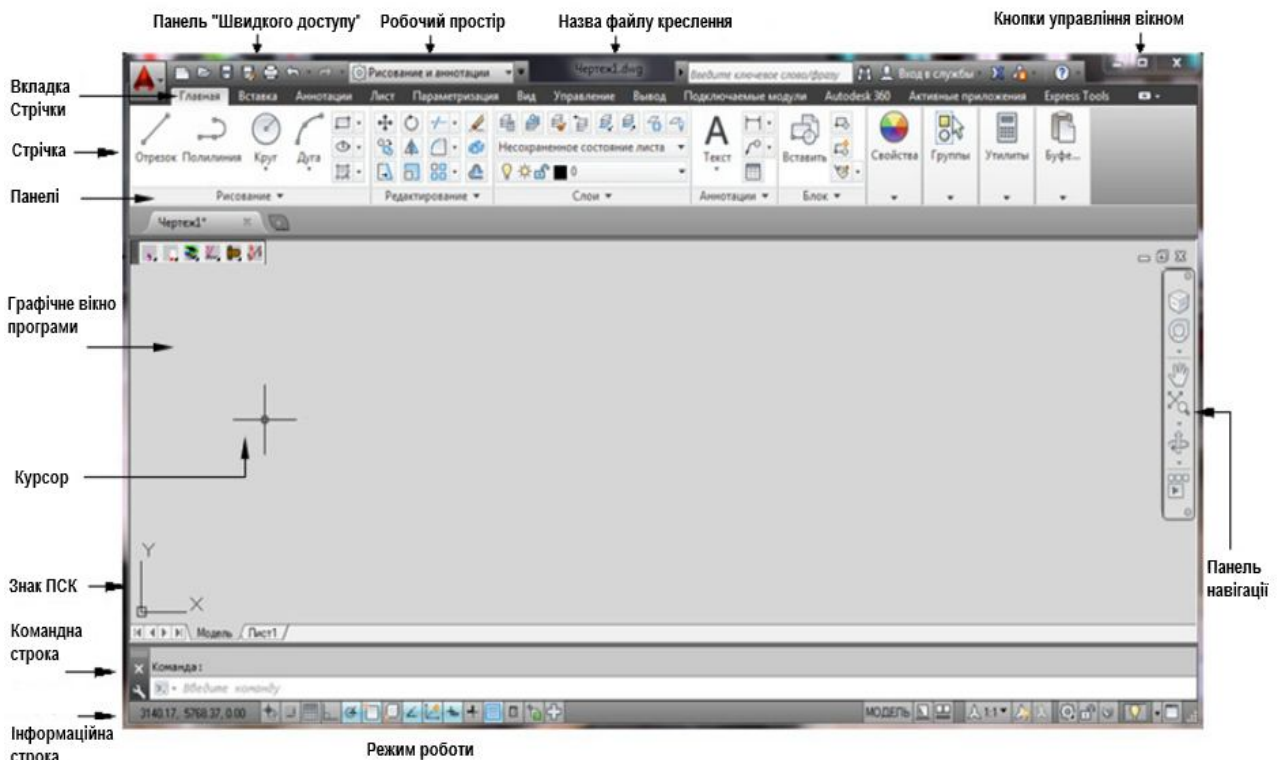

Рисунок 8.2 – Загальний вигляд вікна програми
2. З урахуванням розмірів зображення визначити потрібний формат, обрати початок координат. Усі графічні побудови виконують у просторі **Модель**, а оформлення креслення: розміри, рамку та основний напис – у просторі **Лист** (рис. 8.2).